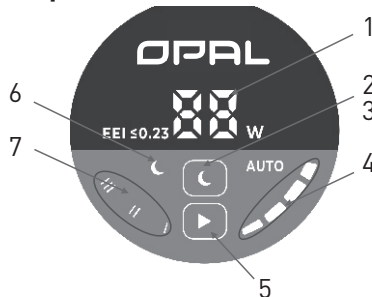

Fig.1 ARP-kontrollpanel
Hver gang trykknappen trykkes inn, se fig. 1, pos. 5, endres pumpeinnstillingen. En syklus består av åtte knappetrykk. Se fig. 2
4.5 4.5 Trykknapp for aktivering av Night SetBack  se fig.1, pos.5, trykknapp for aktivering av Night SetBack, etter at nattmodus er aktivert vil lyset ( se fig. 3) tenne.